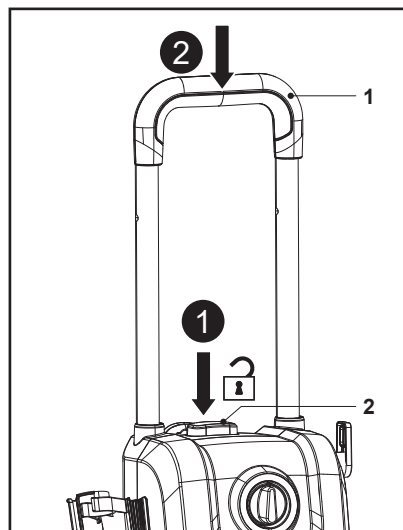

Fig. 14
2. Mantenga pulsado el botón de bloqueo del asa (2) y, a continuación, presione el asa de transporte (1) para retraerla (Fig. 14).